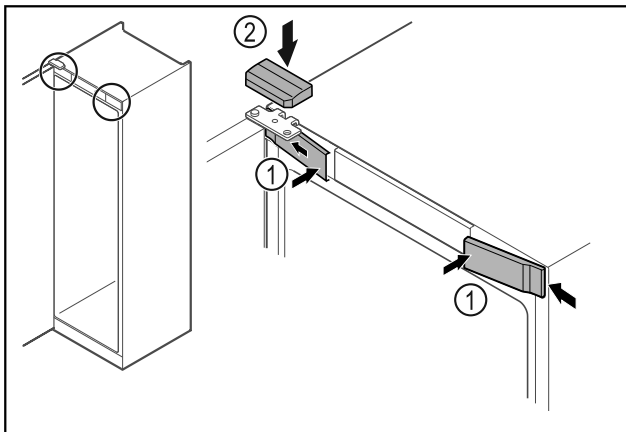

Fig. 27
- ▶ Akassza be oldalt az elülső burkolatokat Fig. 27 (1), majd pattintsa be.
- ▶ Felülről pattintsa be a felső burkolatot Fig. 27 (2).